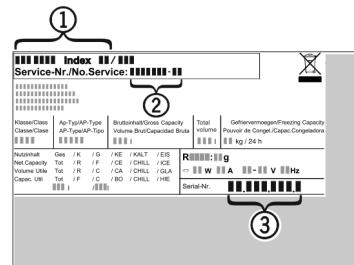

Fig. 35
- Обратитесь в сервисную службу и сообщите вид неисправности, наименование устройства Fig. 35 (1), сервисный № Fig. 35 (2) и серийный № Fig. 35 (3).